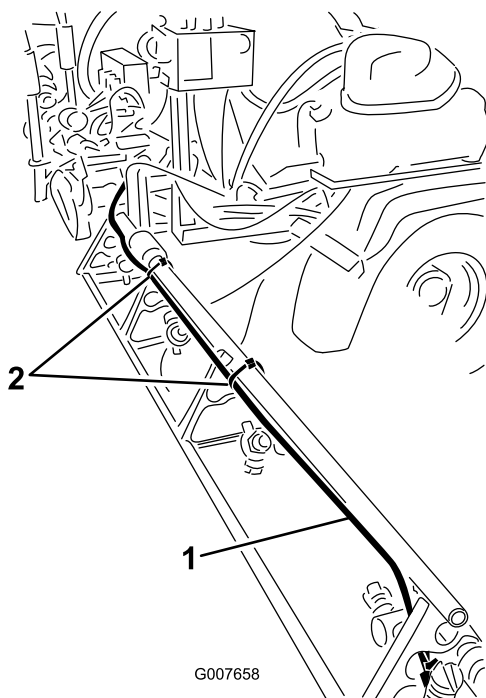

図 25
1. フォームマーカークットの透明チューブと青色チューブをブームに固定しているケーブルタイを外す 図 25。